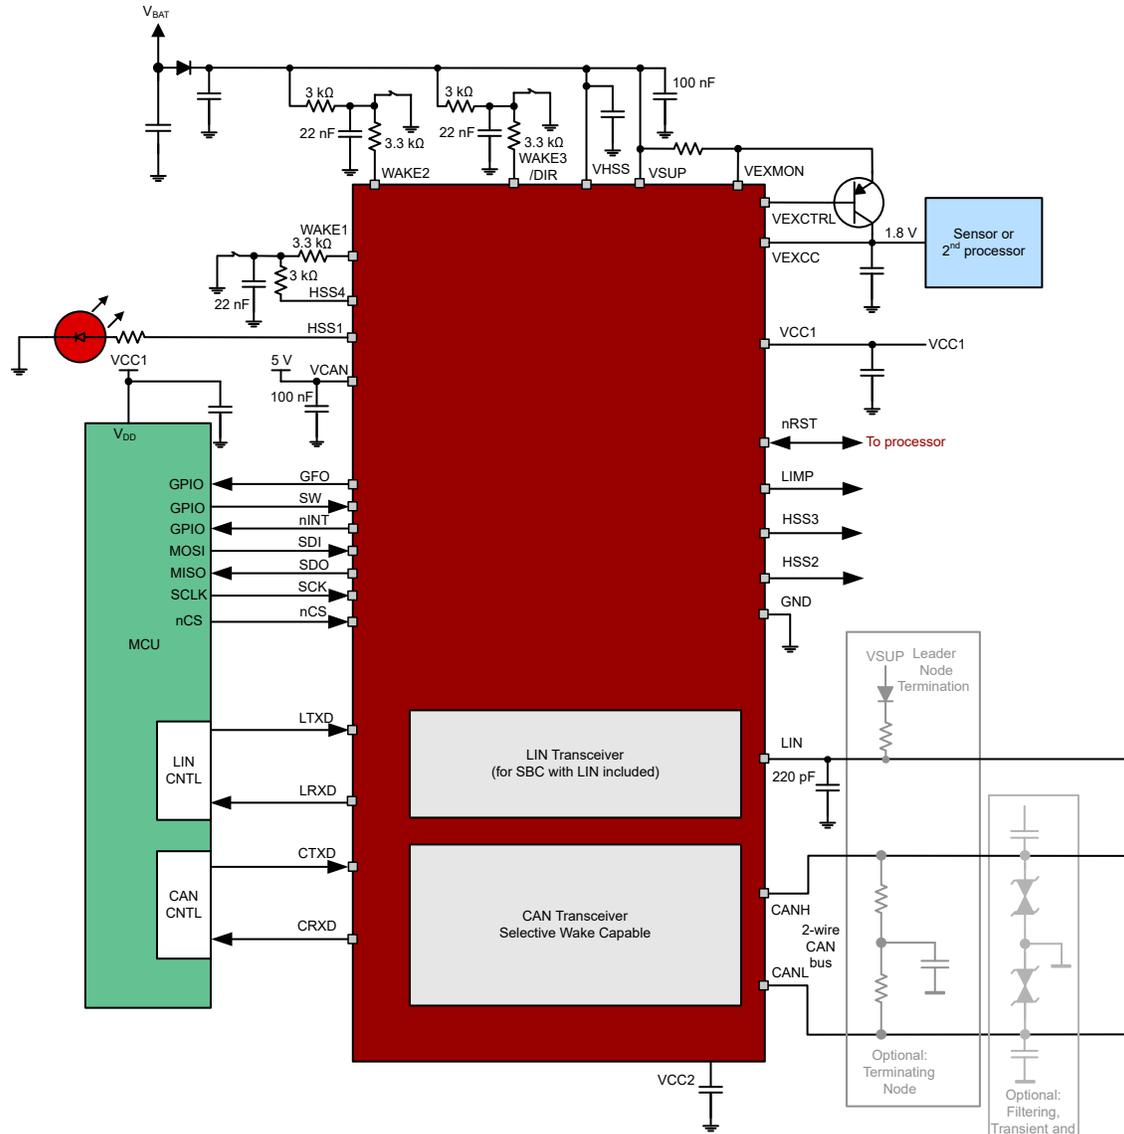

图 8-36. 采用循环检测配置的应用图
使用循环检测唤醒功能时，在睡眠模式下器件的静态电流会减小，因为 WAKE 电路仅在所选 HSS4 引脚的导通时间内处于工作状态，请参阅图 8-36。HSS4 引脚定期导通，将 VSUP 施加到外部本地唤醒电路。每次，WAKEx 都会设置一个指明引脚为高电平或低电平的位，并将该位与上一状态进行比较。如果发生变化，器件会唤醒；否
- 将所需的 WAKE 引脚连接到 HSS4，如图 8-36 所示